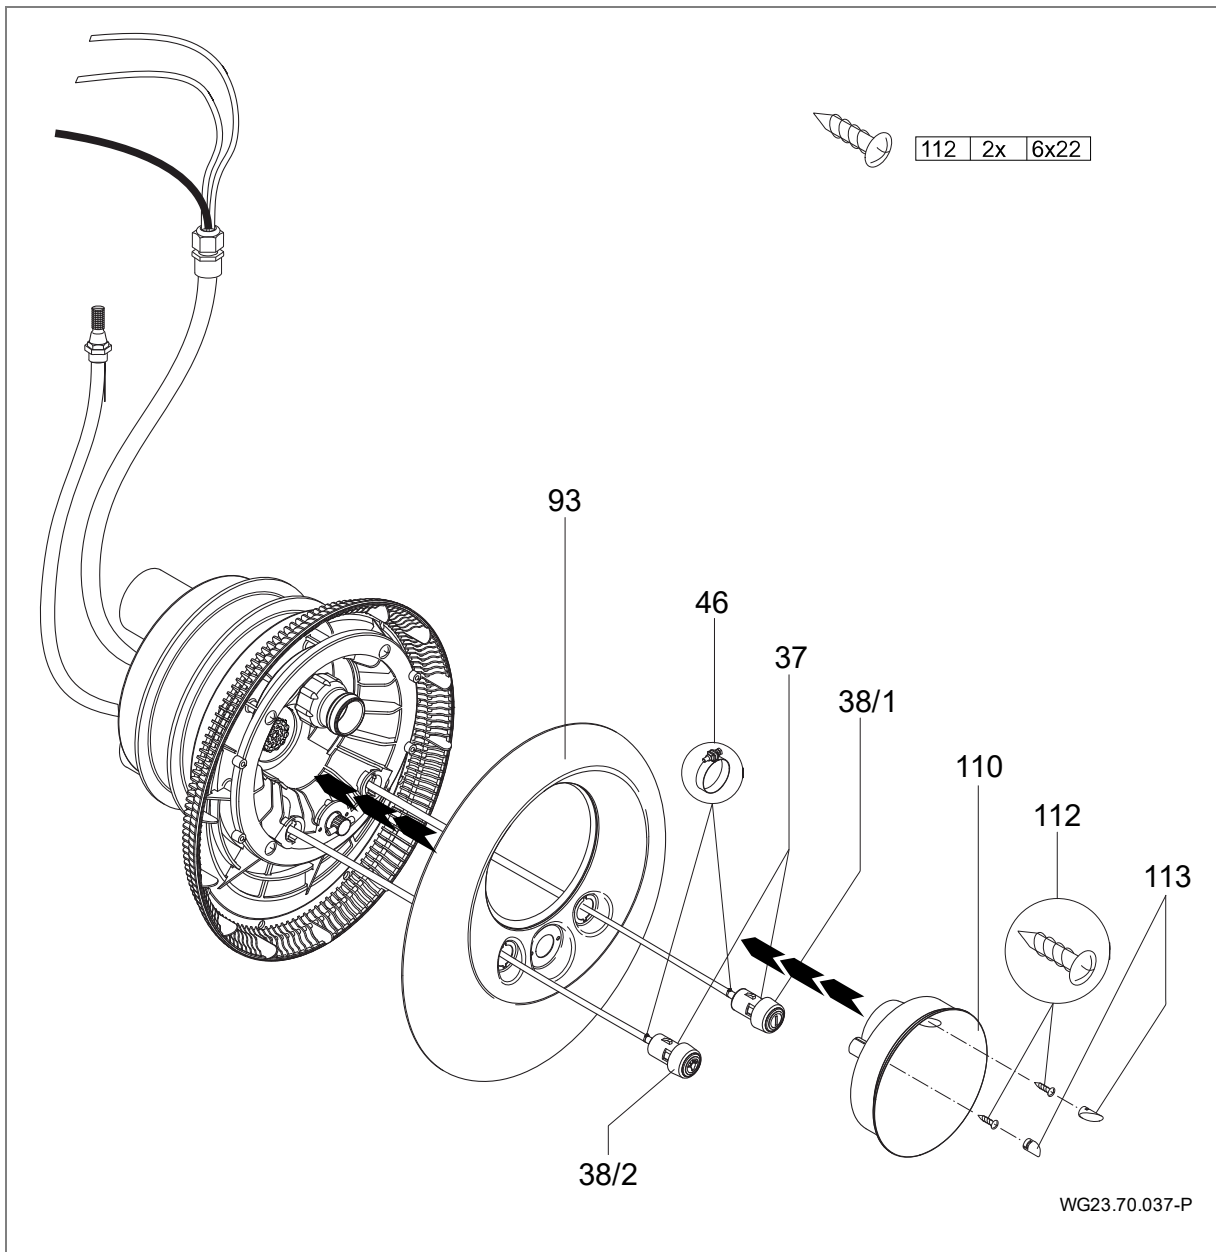

Fig. 19
7. Før pneumatikkslangene gjennom åpningene i edelståldekselet (93), lys PÅ/AV til venstre; pumpe PÅ/AV til høyre; og fest på tilsvarende taster med slangeklemmer (46). (Fig. 19)